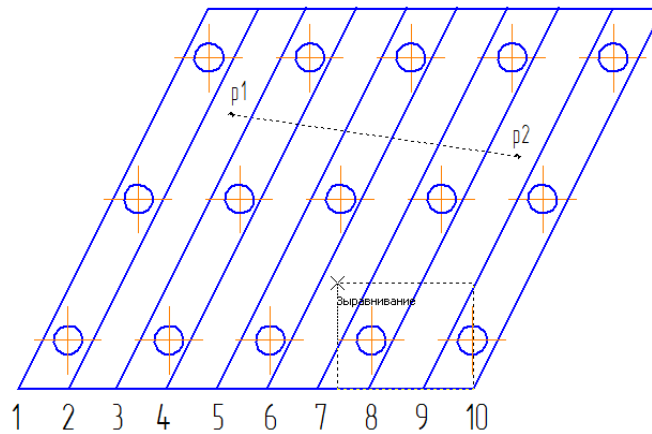

Рис.3
- 2) Щелкните левой кнопкой мыши в точке 10 на модели слева и не отпуская кнопку переместите курсор в область между точками 6 и 7 выше окружностей нижнего ряда (рис.3). Зеленым выделятся все объекты, попавшие в секущую рамку: нижняя граничная линия модели, четыре вертикальные диагональные линии, две нижние окружности.